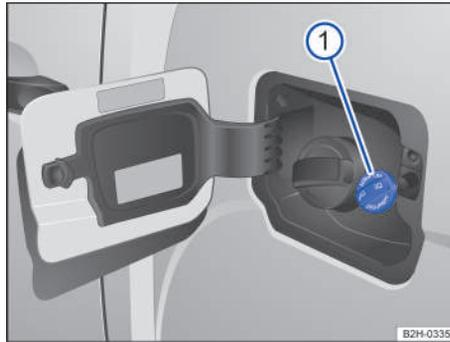

Fig. 135 Detrás de la tapa del depósito de combustible: tapón de la boca de llenado de AdBlue.
La boca de llenado de AdBlue® se encuentra detrás de la tapa del depósito de combustible, junto a la boca de llenado de este → fig. 135 ①.